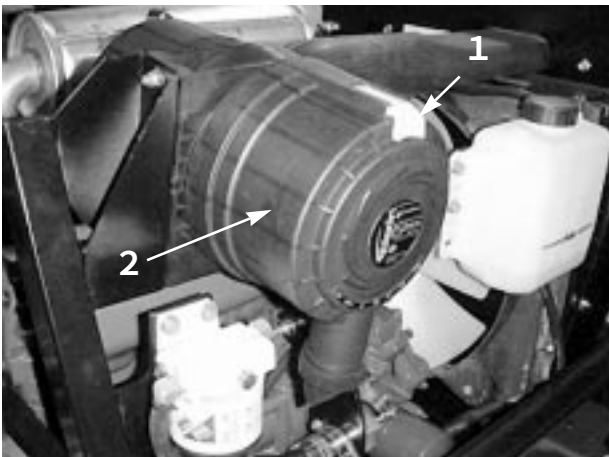

図 28
400 運転時間ごと、又はエアクリーナ・インジケータ (図28) が赤に変わったら直ちに、フィルタの手入れを行ってください。フィルタの手入れを余り頻繁に行うのはよくありません。
1. ラッチを外し、カバーを左にひねってボディーからはずし、カバー内部を清掃する (図28)。
8. インジケータ（図28）が赤になっている場合はリセットする。